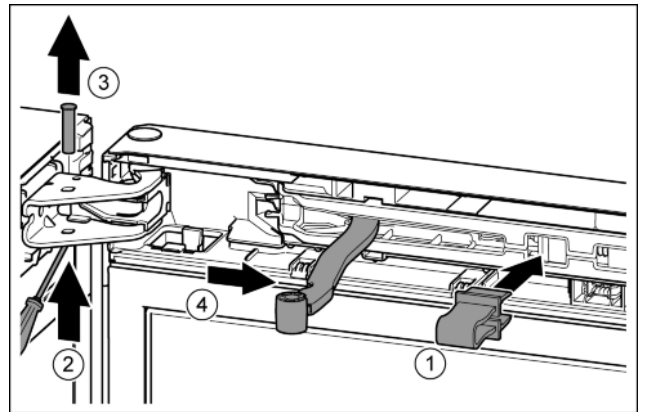

Fig. 10
- ▶ A biztosítékot pattintsa be a nyílásba. Fig. 10 (1)
- ▶ A csavarhúzóval tolja ki a csapszeget. Fig. 10 (2)
- ▶ Felfelé vegye ki a csapszeget. Fig. 10 (3)
- ▶ Forgassa az ajtó irányába a csuklót. Fig. 10 (4)